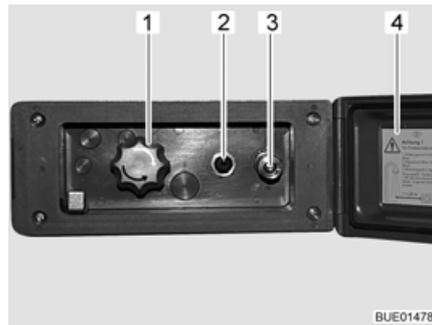

Bild 127 Duschanschluss außen
- Deckel (Bild 127,4) entriegeln und öffnen.
- Schlauch der Außendusche am Schnellverschluss (Bild 127,3) anschließen.
- Wasserpumpe mit Schalter (Bild 127,2) einschalten.
- Wassertemperatur mit Drehknopf (Bild 127,1) nach Wunsch einstellen.
- Wasserpumpe mit Schalter (Bild 127,2) ausschalten.
- Deckel (Bild 127,4) schließen und mit Schlüssel verriegeln.
- Drehknopf (Bild 127,1) auf Mittelstellung stellen.